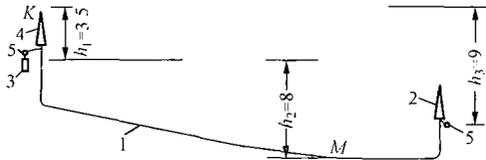

图 D-11
**Je1D4097** 一条充油电缆线路安装如图 D-11 所示, 设最